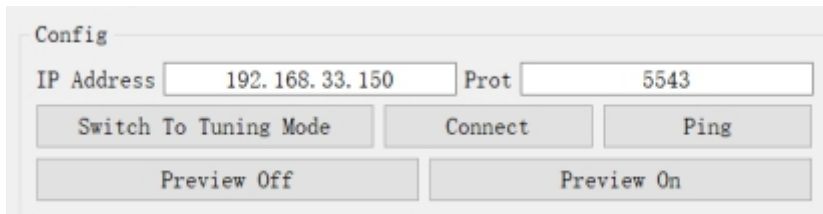

图4-1-1
1. 获取IP地址后，填入IP Address，如图4-1-1所示,端口号默认使用5543；